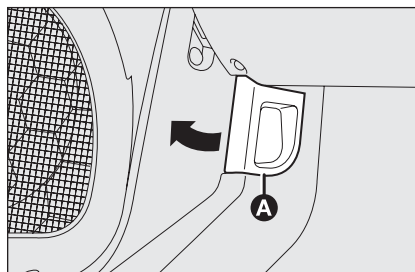

fig. 106
- ☐ tirare la leva **A**-fig. 106 nel senso indicato dalla freccia;